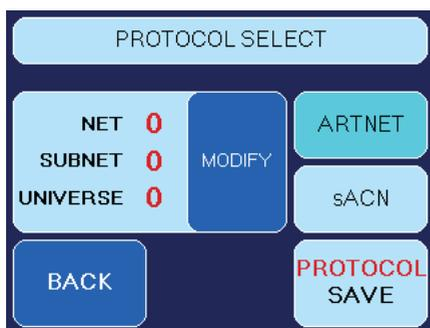
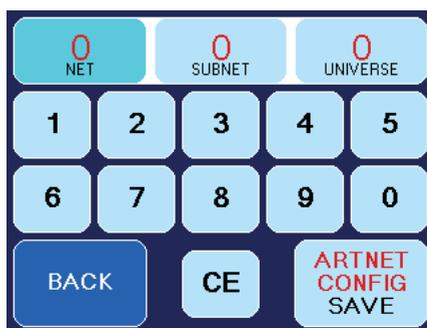

Abb. 12 Bildschirm mit aktiviertem ARTNET-Button
Abb. 13 Bildschirm zur ARTNET-Konfiguration
- Drücken Sie hierfür den *MODIFY*-Button (Abb. 12). Der rechte Bildschirm (Abb. 13) öffnet sich.
- Wählen Sie *NET*, *SUBNET* oder *UNIVERSE* aus (Abb. 13, Zeile 1), um den jeweiligen Wert zu verändern. Drücken Sie *CE* und geben Sie den neuen Wert ein.
- Drücken Sie *CE* und geben Sie anschließend die gewünschten Werte ein. Über *IP ADDRESS SAVE* bzw. *SUBNET MASK SAVE* (Abb. 13, Zeile 5) speichern Sie den jeweiligen Wert ab, mit *BACK* verlassen Sie den Bildschirm, ohne die Werte zu speichern.